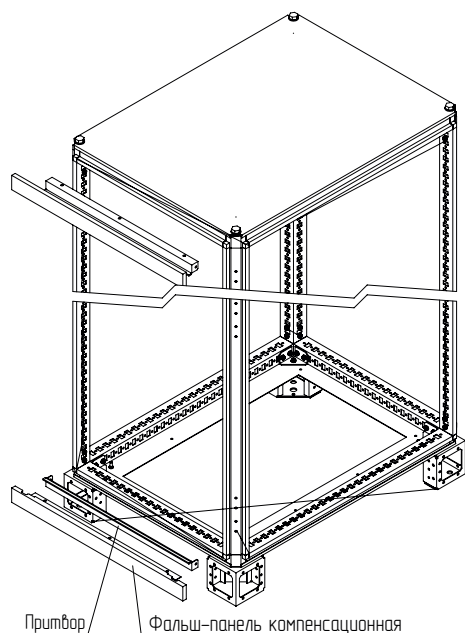

Рисунок 3
4.1.2 Приложить притвор и фальш-панель компенсационную к основанию или крыше и закрепить винтами M6×10 (рисунок 3, 4). Момент затяжки – 7 Н·м.